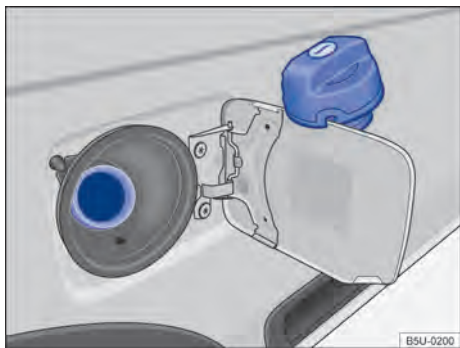

Fig. 170 Portinhola do tanque de combustível aberta com a tampa do tanque de combustível pendurada.
- Girar a tampa do tanque no sentido anti-horário e pendurá-la em cima da portinhola do tanque de combustível → Fig. 170.